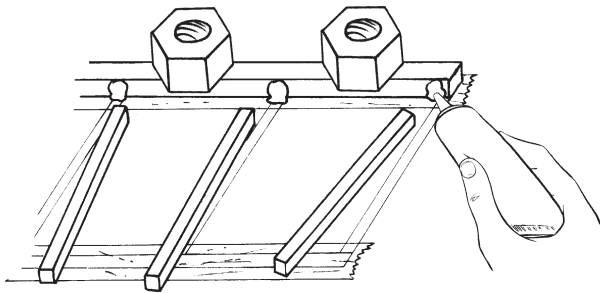
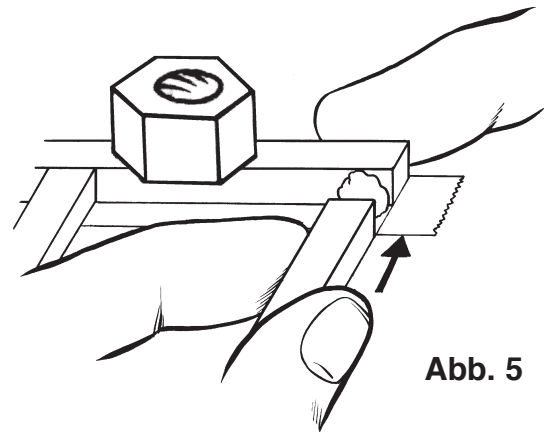
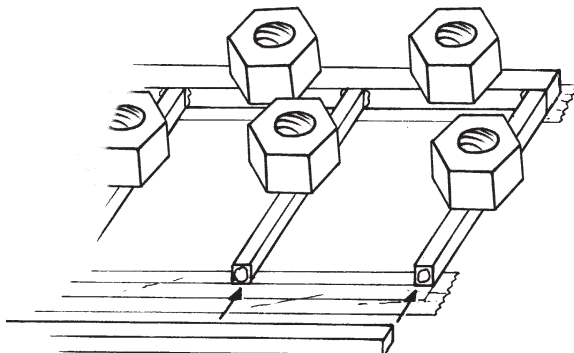

Abb. 4
Abb. 5
Abb. 6
7.1.3 Die Nasenleiste wird mit Gewichten auf dem Bauplan fixiert. Anschließend werden die Rippen einzeln mit UHU-hart angeklebt und ebenfalls mit Gewichten beschwert. (Abb.4 und Abb.5)
7.1.4 An die andere Seite der Rippen wird UHU-hart gegeben und die Endleiste wird gegen die Rippen geschoben. (Abb. 5) Die Endleiste mit Gewichten beschweren. Jetzt muß darauf geachtet werden, daß sich zwischen den Rippen und Leisten kein Spalt mehr befindet. (Abb. 6) Gegebenenfalls die Leisten vorsichtig gegen die Rippen drücken und die Klebestellen in den Kanten nochmals nachkleben.